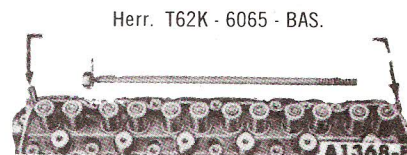

Fig. 10 — Espárragos Guía de Culata de Cilindros. Típico
1. Limpie las superficies de la culata y del bloque. Si se quitó la culata sólo para cambiar la junta, compruebe la igualdad de la culata y del bloque. Instale espárragos de guía en cada extremo del bloque (Fig. 10).